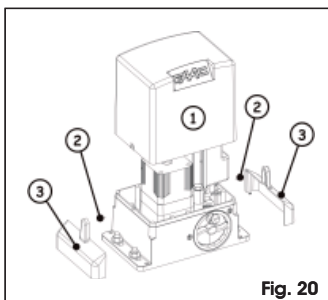
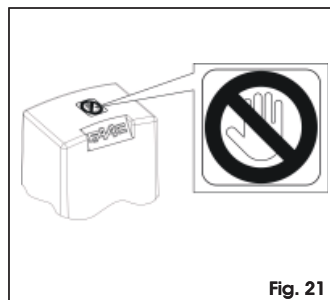

Fig. 20
Fig. 21
Na de installatie van de aandrijving moet de werking van alle aangesloten accessoires en veiligheidsvoorzieningen nauwkeurig worden getest. Breng de kaartsteun terug in de oorspronkelijke positie. Breng de beschermkap aan (Fig. 20, ref. 1) span de twee bijgeleverde schroeven aan de zijkanten (Fig. 20, ref. 2) en druk de zijpanelen vast (Fig. 26, ref. 3). Breng de sticker met het gevaarsymbool aan op de bovenkant van de kap (Fig. 21).